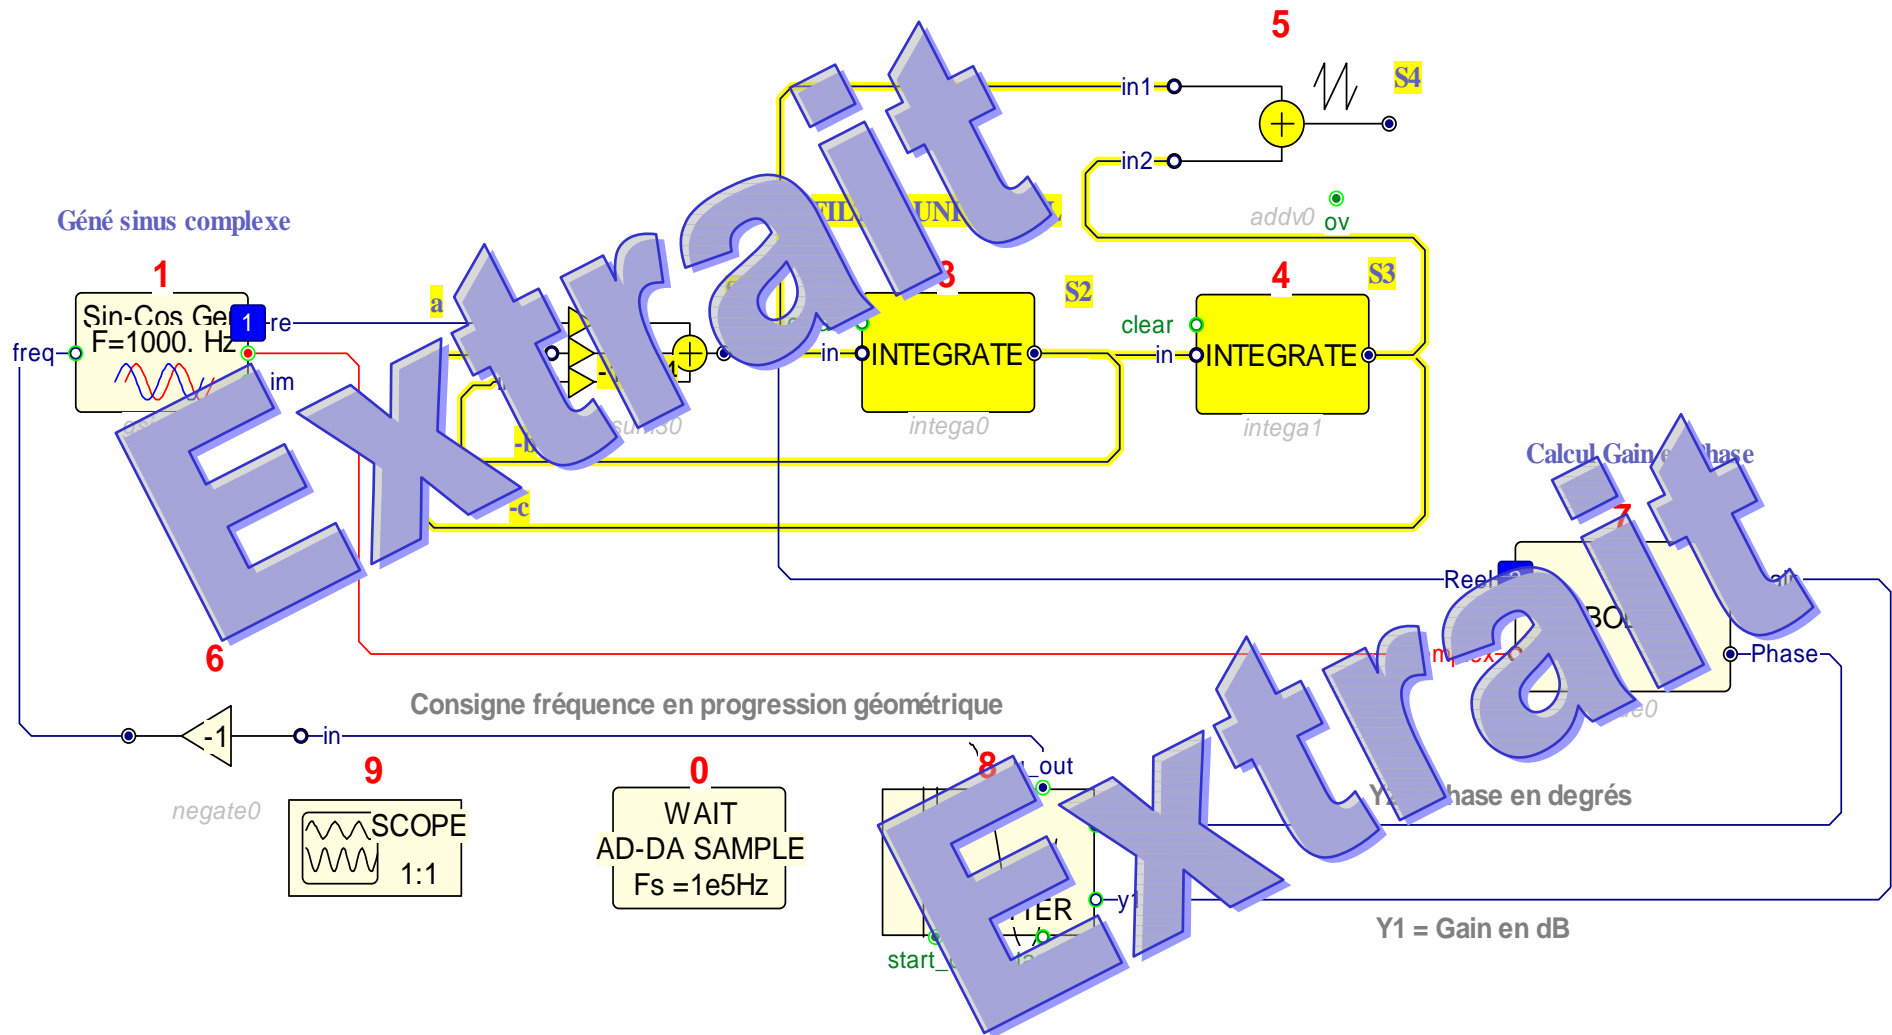
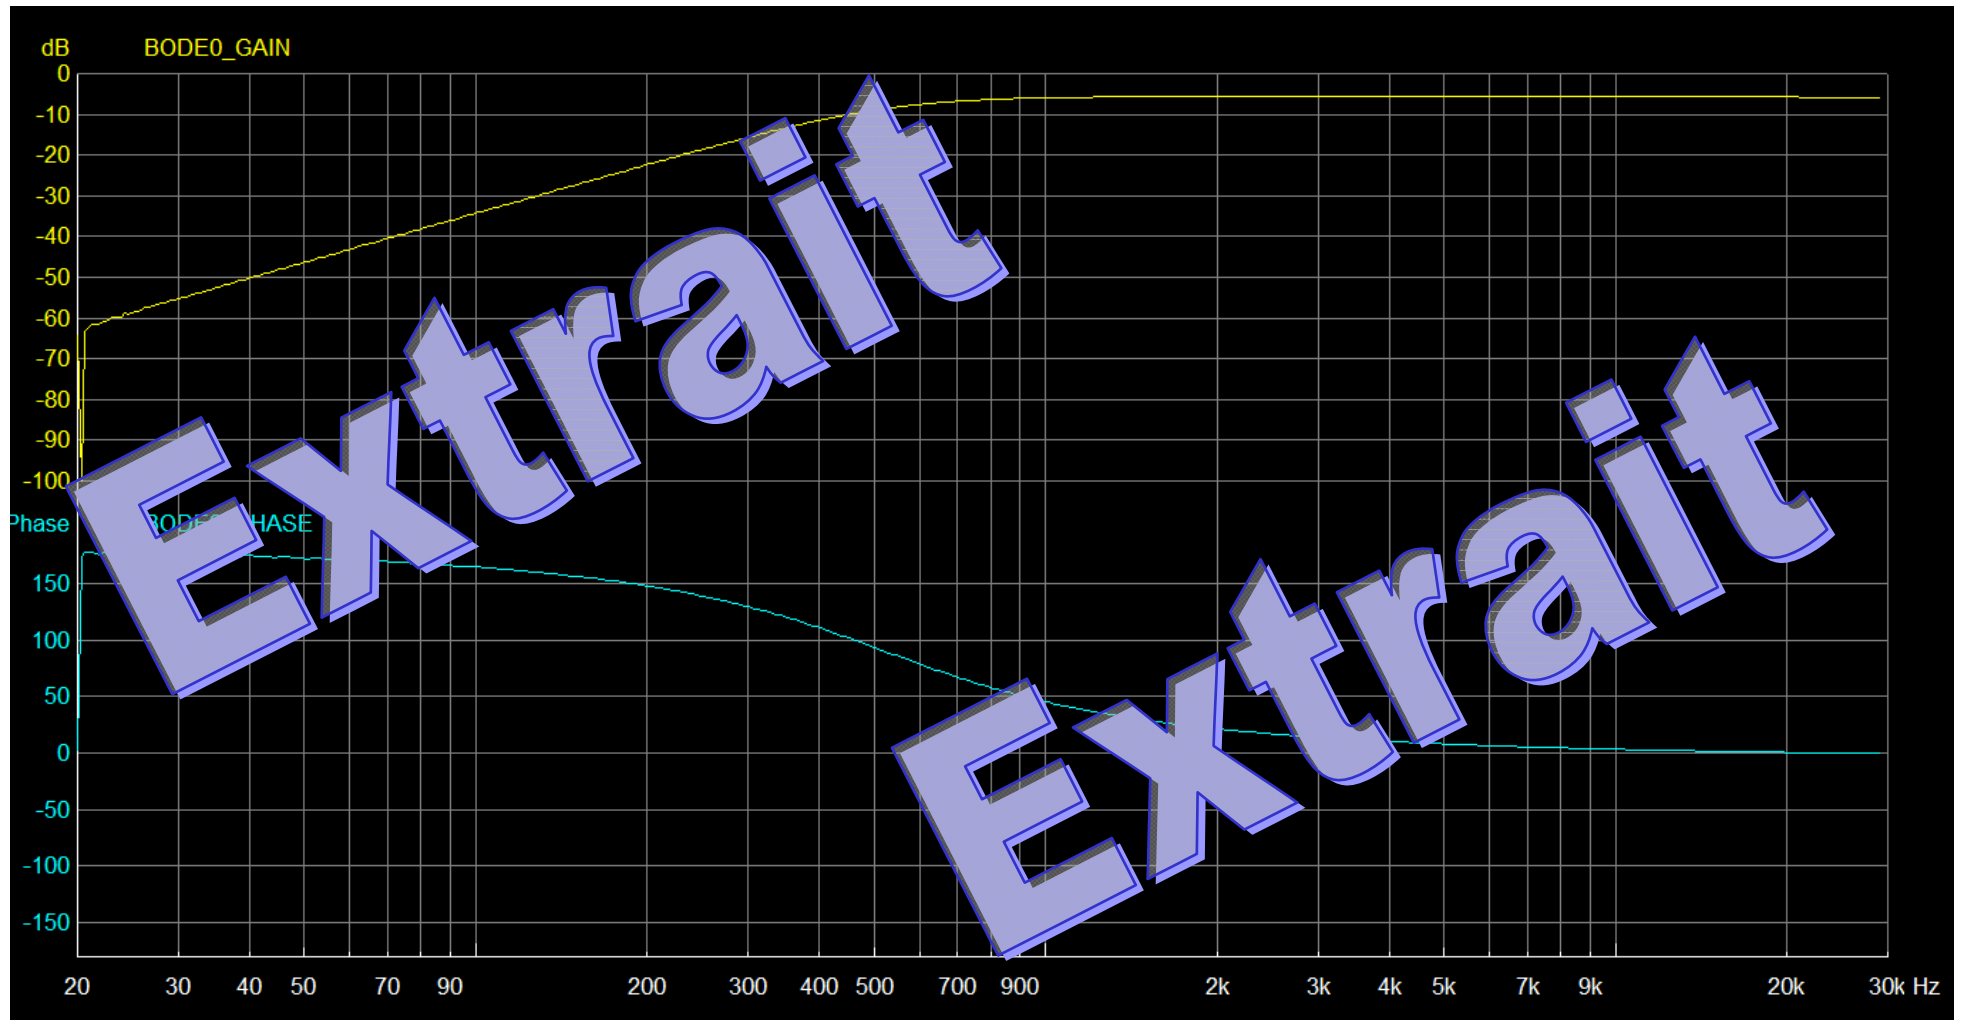

fig.7
fig.8
- Réaliser le schéma de la figure 7 et relever les diagrammes de Bode des différentes fonctions de transfert ; les comparer aux diagrammes de figures 8 à 11.